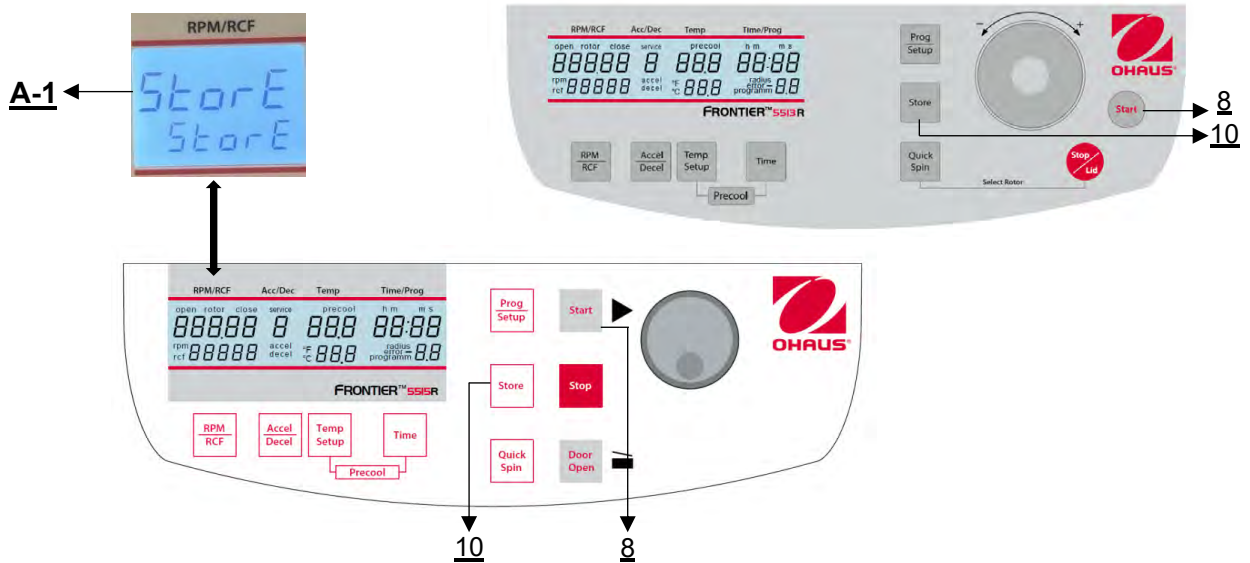

Figure 26
Tous les réglages modifiés doivent être confirmés par la touche **"Start"**(8) ou **"Store"** (10). Le mot **"Store"** apparaît sur l'écran **"RPM | RCF"** (A-1) - Ce n'est qu'ensuite que les présélections sont valables (voir figure 26). Après avoir mémorisé les réglages, vous pouvez repasser en mode programme normal en éteignant la centrifugeuse pendant un court instant.